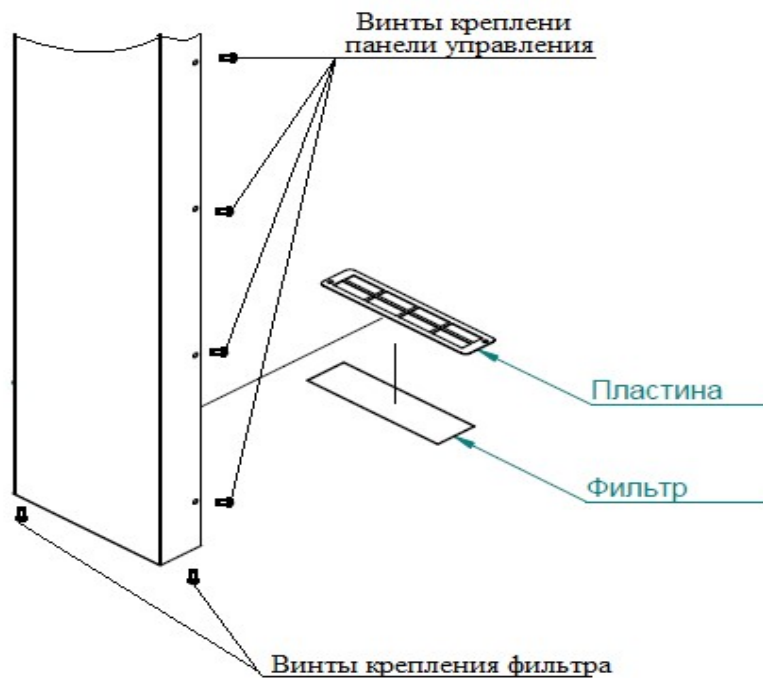

Рис.31 Замена воздушного фильтра
- открыть дверь пароконвектомата и снять винты крепления панели управления (см. рис.31);